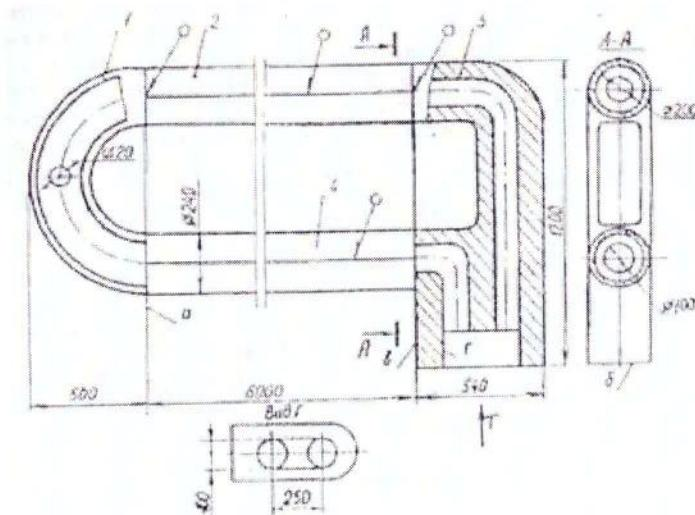

Рис. 11. Учебный узел 11
5 Сварить трубу вдоль оси (производство массовое, шов герметичный), рис. 11
5. Сварить трубу 4 вдоль оси (производство – массовое, шов – герметичный), рис.11. Перечислить способы контроля сварных швов на герметичность.